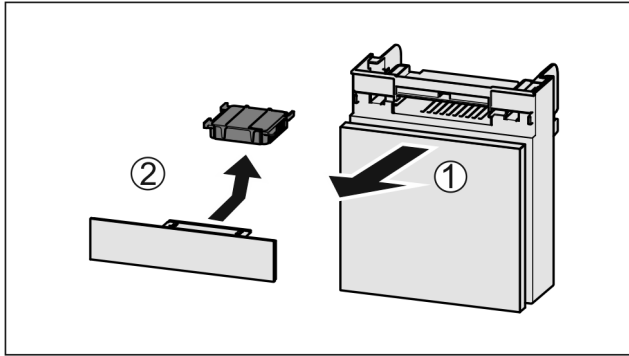

Fig. 83
- ▶ Húzza ki Fig. 83 (1) előrefelé a rekeszt.
- ▶ Vegye ki az aktívszén-szűrőt Fig. 83 (2).